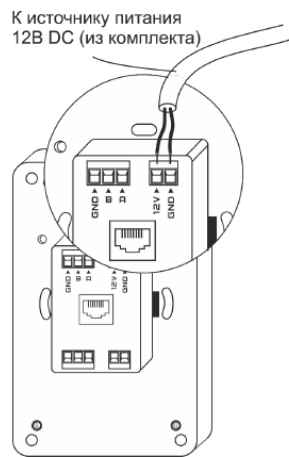
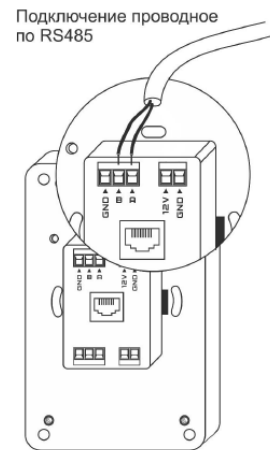

Рис.8
Рис.9
Подключить питание панели, соблюдая полярность +12B и GND от комплектного блока питания на соответствующие клеммы панели (см. рис. 8).
Управление происходит по интерфейсу RS485, протокол Modbus RTU. Необходимо подключить контроллер автоматики к панели кабелем типа «витая пара» на клеммы A, B, GND. Отдельно подать питание +12В и GND с блока питания (из комплекта или другого стабилизированного источника питания 12В с током не менее 1А) на клеммы подключения питания (см. рис. 9).
- Подключить панель управления согласно выбранному типу подключения и схеме подключения (см. рис.8 или рис.9).
4. Подключить панель управления согласно выбранному типу и схеме подключения (см. рис.8 или рис.9).
- Подключить панель управления согласно выбранному типу и схеме подключения (см. рис.8 или рис.9).